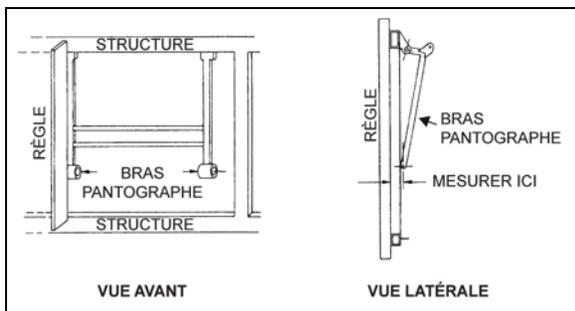
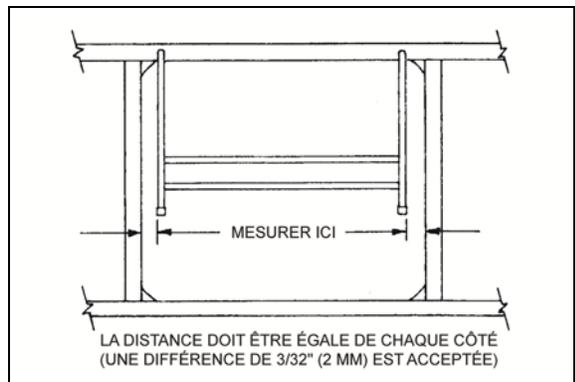

FIGURE 67 : AJUSTEMENT D'UNE PORTE À PANTOGRAPHE 18062
FIGURE 68 : AJUSTEMENT D'UNE PORTE À PANTOGRAPHE 18063
Mesurer la distance entre l'extrémité de l'un des bras du pantographe et un bord droit de la structure. Répéter la procédure pour l'autre bras. La distance doit être égale des deux côtés. Si ce n'est pas le cas, incliner le bras approprié jusqu'à ce que la mesure souhaitée soit obtenue (Figure 67 et Figure 68).
5. Lorsque la porte est droite, enlever les morceaux de bois et vérifier que la porte fonctionne et est ajustée correctement. Une différence de $3/32$ po (2 mm) est acceptée entre les deux côtés (Figure 68).